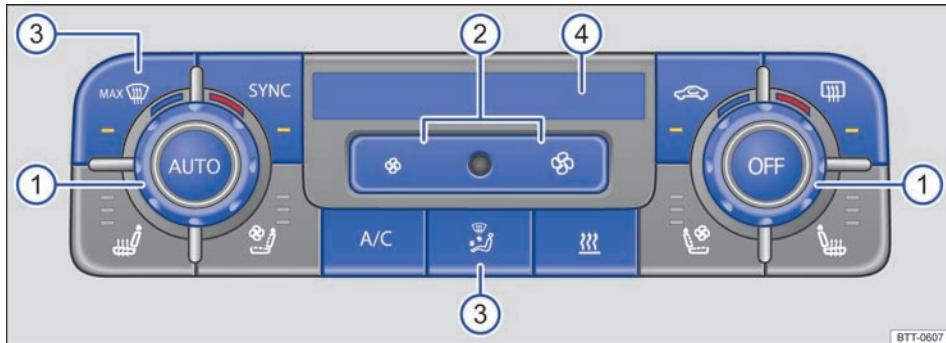
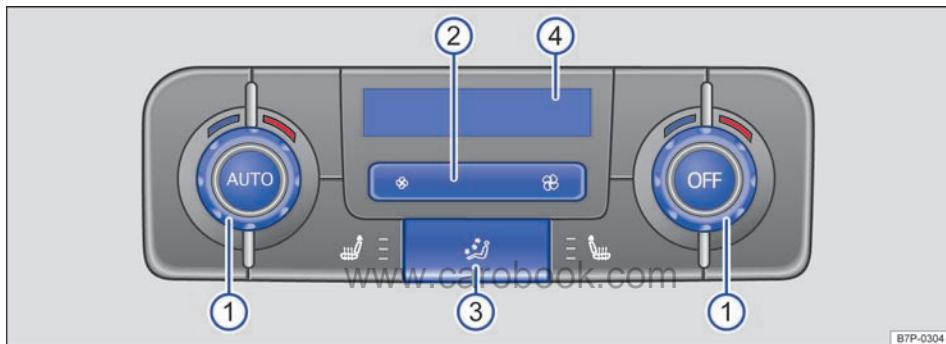

图 211 在前部中控台：全自动空调的操作元件
图 212 在后部中控台：全自动空调的操作元件
⇒ 图 211 ④ 或 ⇒ 图 212 ④ 和信息娱乐系统屏幕中的显示，给出了关于所选功能激活的反馈信息。
按钮、调节器	补充信息。前部全自动空调 ⇒ 图 211 和后部全自动空调 ⇒ 图 212。